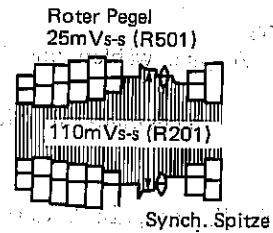

Abbildung 54.
- 4) Synch. Spitze mit R201 (REC Y LEV) auf 110 mVp-p, wie in Abbildung 54 gezeigt, einstellen.